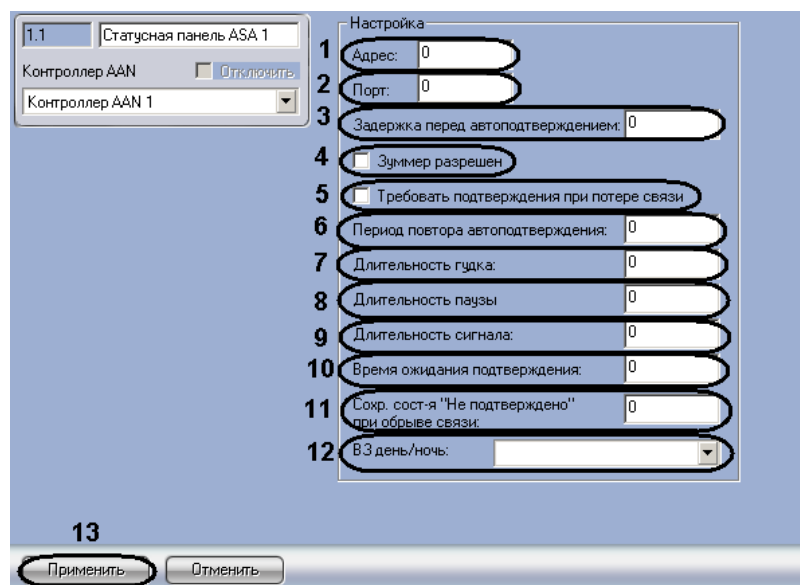

Рис. 3.3-6 Панель настроек объекта Статусная панель ASA
1. Перейти на панель настроек объекта **Статусная панель ASA** (Рис. 3.3-6).
2. Ввести в поле **Адрес:** уникальный адрес панели ASA (см. Рис. 3.3-6, 1).
3. Из раскрывающегося списка **Порт:** выбрать порт подключения панели ASA (см. Рис. 3.3-6, 2).
4. Ввести время в секундах до автоматического подтверждения тревоги на панели ASA в поле **Задержка перед автоподтверждением:** (см. Рис. 3.3-6, 3).
5. Установить флажок **Зуммер разрешен**, если необходимо включить сигнальное устройство панели ASA (см. Рис. 3.3-6, 4).
6. Если необходимо требовать подтверждение при потере связи панели ASA с контроллером, установить соответствующий флажок (см. Рис. 3.3-6, 5).
7. В поле **Период повтора автоподтверждения**: необходимо ввести время в секундах, определяющее задержку между автоматическими подтверждениями тревоги (см. Рис. 3.3-6, **6**).
8. В поле **Длительности гудка**: ввести время в секундах гудка сигнального устройства (см. Рис. 3.3-6, **7**).
9. В поле **Длительности паузы** ввести время в секундах, определяющее паузу между гудками сигнального устройства (см. Рис. 3.3-6, **8**).
10. В поле **Длительности сигнала**: ввести время в секундах сигнала зуммера (см. Рис. 3.3-6, **8**).
11. В поле **Время ожидания подтверждения** ввести время в секундах, определяющее временной интервал до подтверждения тревоги (см. Рис. 3.3-6, **10**).
12. В поле **Сохранение «Не подтверждено» при обрыве связи**: ввести время в секундах, определяющее временной интервал, в котором при потере связи будет сохраняться состояние **Не подтверждено** (см. Рис. 3.3-6, **11**).
13. Из раскрывающегося списка **В 3 день/ночь**: выбрать временную зону, которая будет определять день для панели ASA (см. Рис. 3.3-6, **12**).
14. Для сохранения изменений нажать кнопку **Применить** (см. Рис. 3.3-6, **13**).